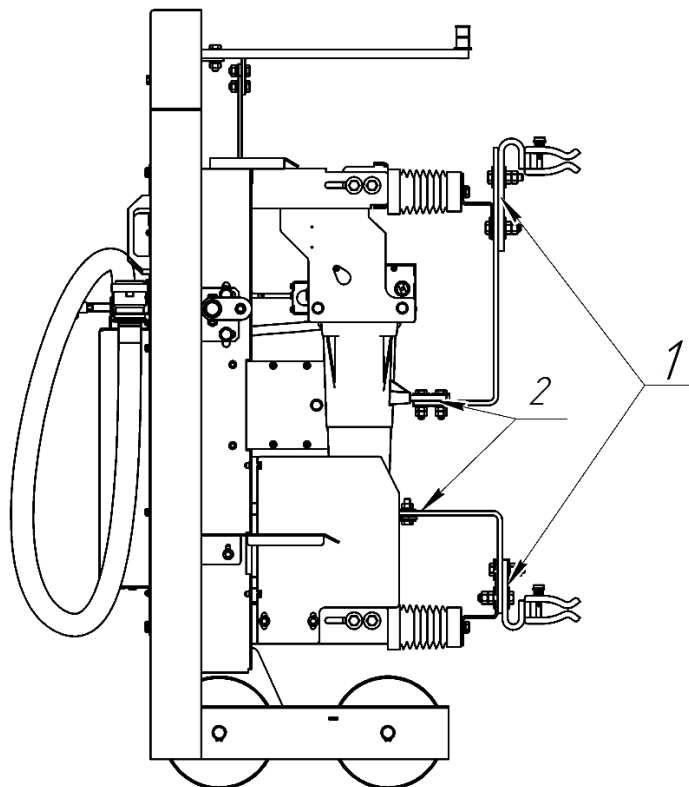

Рисунок 4 – Точки измерения переходного сопротивления
3.3.2 Электрическое сопротивление главных цепей ВЭ без учета подвижных электрических контактов измеряется в точках 1 (рисунок 4). Сопротивление главных контактов вакуумного выключателя измеряется в точках 2 (рисунок 4).